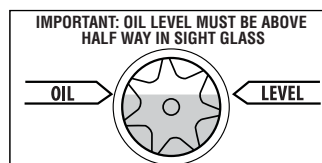

Fig. 2
Paso 1: quite el filtro de la bomba. Añada aceite lentamente hasta que el nivel alcance el tope de la línea. (Fig. 2)
Paso 4: cierre la válvula de drenaje de aceite en la bomba. Quite el tapón de llenado de aceite y rellene hasta el tope de la línea de nivel con aceite de bomba BLACK GOLD (fig. 2). Coloque nuevamente el tapón de llenado de aceite.